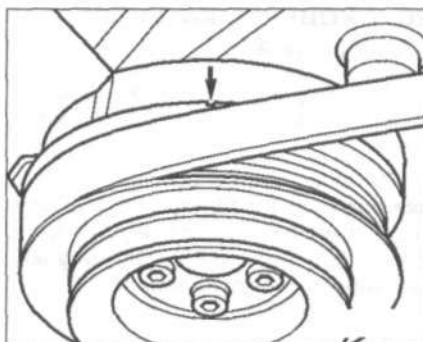

Рис. 5.57. Совместите метки ВМТ на шкиве коленчатого вала.
2. Совместите метки ВМТ на шкиве коленчатого вала (рис. 5.57).